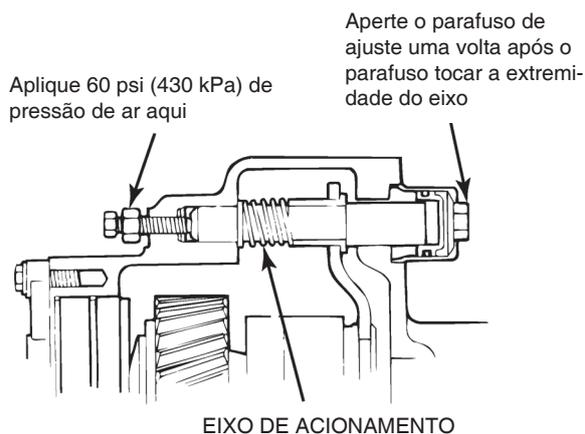

Figura 5.107
D. Quando o parafuso tocar a extremidade do eixo do mecanismo de travamento, aperte o parafuso de ajuste uma volta adicional. Aplique pressão de ar, então aperte a porca de travamento do parafuso de ajuste. Figura 5.107.